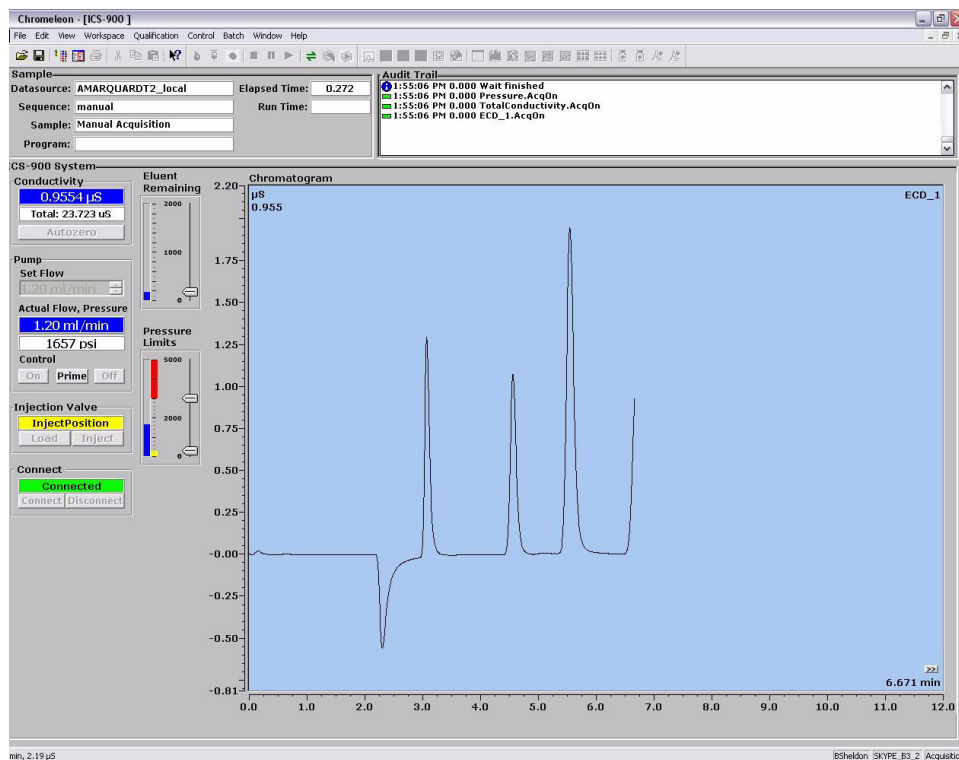

Abbildung 3-9. Manuelle Datenerfassung
6. Auf dem ICS-900-Steuerfeld wird der Signalplot angezeigt (siehe Abbildung 3-9). Überwachen Sie das Chromatogramm. Wenn die Probendaten erfasst wurden, klicken Sie auf der Registerkarte „**Sequence Control**“ (Sequenzsteuerung) auf die Schaltfläche „**Acq Off**“ (Erfassen aus), oder klicken Sie auf der Chromeleon-